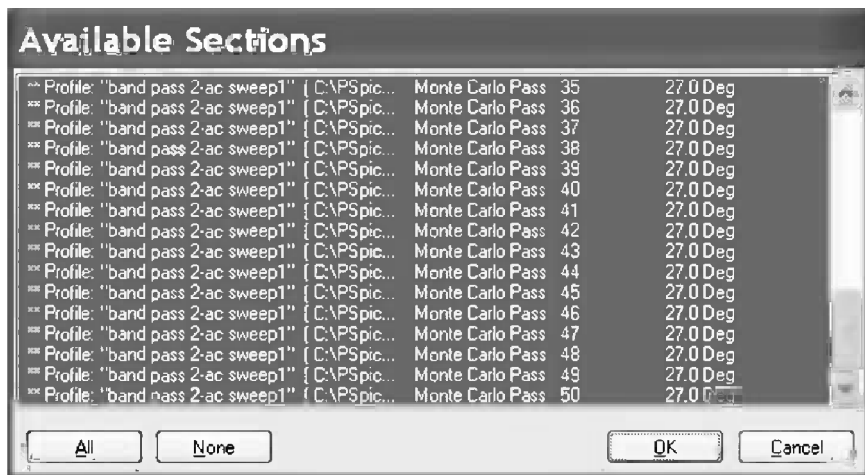

图 10.10 数据显示选择
7. 当仿真运行时，将会出现如图 10.10 所示的运行列表，选择 All，然后单击 OK 按钮进行确定。